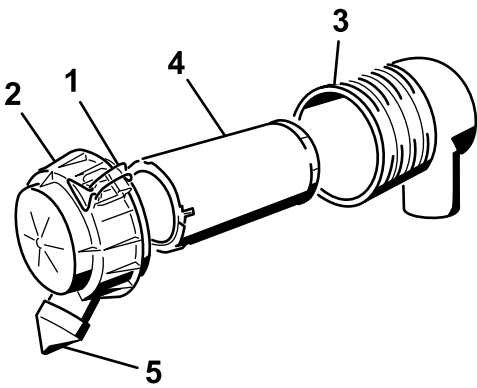

Рисунок 22
3. Освободите защелки воздухоочистителя и снимите крышку воздухоочистителя с корпуса воздушного фильтра (Рисунок 22).
6. Осторожно извлеките фильтр из корпуса воздушного фильтра (Рисунок 22).
8. Осторожно установите фильтр (Рисунок 22).
9. Установите крышку воздухоочистителя таким образом, чтобы пылезащитный колпачок был ориентирован вниз, и закройте защелки (Рисунок 22).